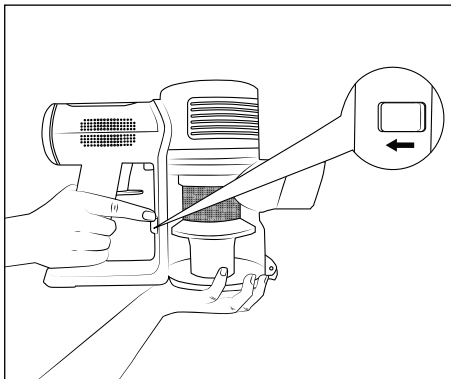

Abb. 17
- 2) Um den Staubbehälter **7** vom Gerät zu entfernen, halten Sie den Staubbehälter **7** in der einen Hand. Schieben Sie dann mit dem Finger der anderen Hand die Staubbehälter-Entriegelungstaste **5** nach links (siehe Abb. 17). Der Staubbehälter **7** löst sich vom Gerät.